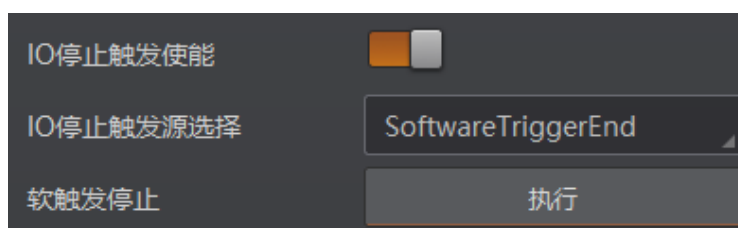

图3-56 I/O 软触发停止
- 当 IO 停止触发源选择 SoftwareTriggerEnd 时，可通过单击“执行”按钮停止触发，如图 3-56 所示。